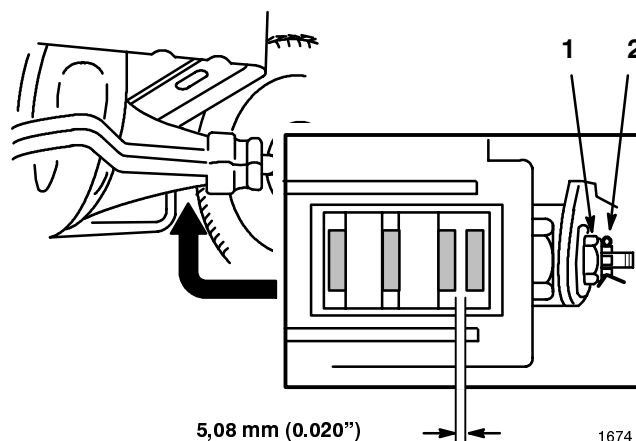

Abbildung 17
Die Bremse befindet sich an der rechten Seite der Hinterachse, im Hinterreifen (Abb. 17). Wenn die Feststellbremse nicht sicher greift, ist eine Einstellung erforderlich.
3. Zur Einstellung der Bremse den Splint entfernen und die Bremseneinstellmutter etwas lösen (Abb. 17).
4. Vorsichtig eine 5,08 mm (0.020") Fühlerlehre zwischen die beiden äußeren Bremsklötze stecken (Abb. 17).